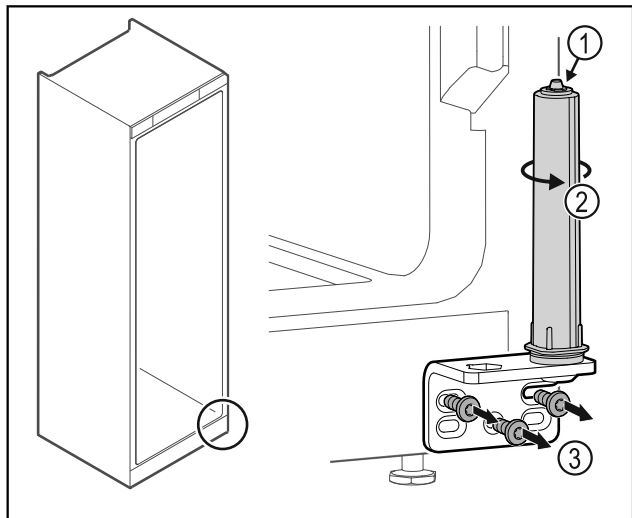

Fig. 31
- ▶ Nerozebírejte uzavírací systém dvírek Fig. 31 (1).
- ▶ Otáčejte uzavíracím systémem Fig. 31 (2), dokud nezacvakne.
- ▶ Odšroubujte úhelník závěsu Fig. 31 (3).